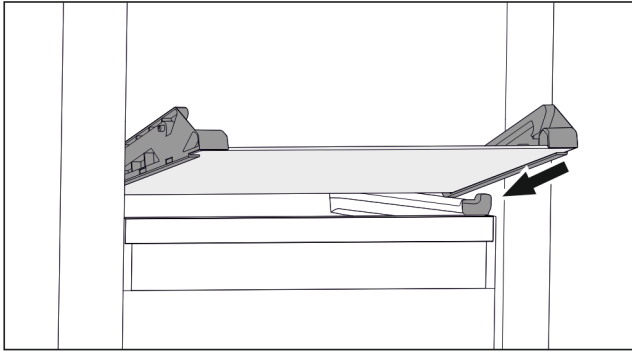

Fig. 132 Стеклянная пластина откидного выдвижного ящика
- ▶ Наклоняя вниз, установите стеклянную пластину за стопоры. (см. Fig. 132)